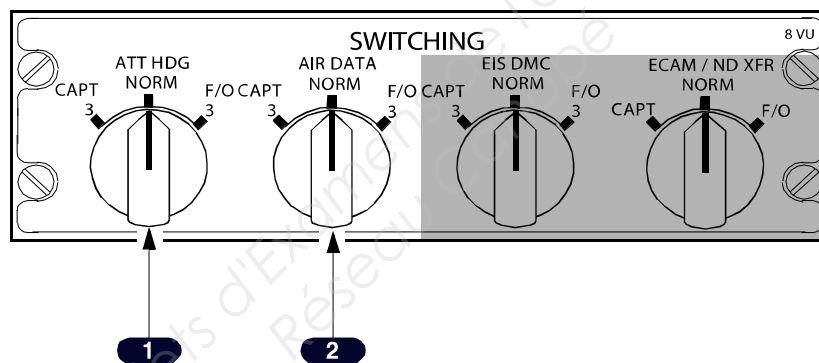

Figure 7 : Panneau Switching
- **2 sélecteurs** (voir figure 7 page 11 du DT) sur le panneau Switching qui permettent la sélection de l'ADR 3 ou de l'IR 3 pour les visualisations instrumentales en cas de panne de l'ADIRU 1 ou 2.